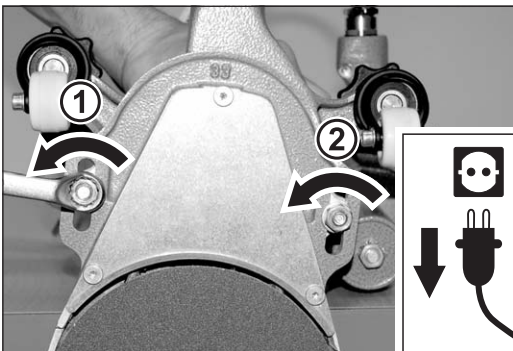

Abb. 36 Die beiden Muttern, mit denen der Vorsatz befestigt ist, mit dem Ringschlüssel lösen (1 + 2). Die Muttern und die Scheiben abnehmen.
- 4 Lösen Sie mit dem Ringschlüssel aus der Werkzeugtasche die beiden Muttern, die den Vorsatz am Ventilatorgehäuse befestigen (Abb. 36, 1 + 2). Nehmen Sie die Muttern und die Scheiben ab.